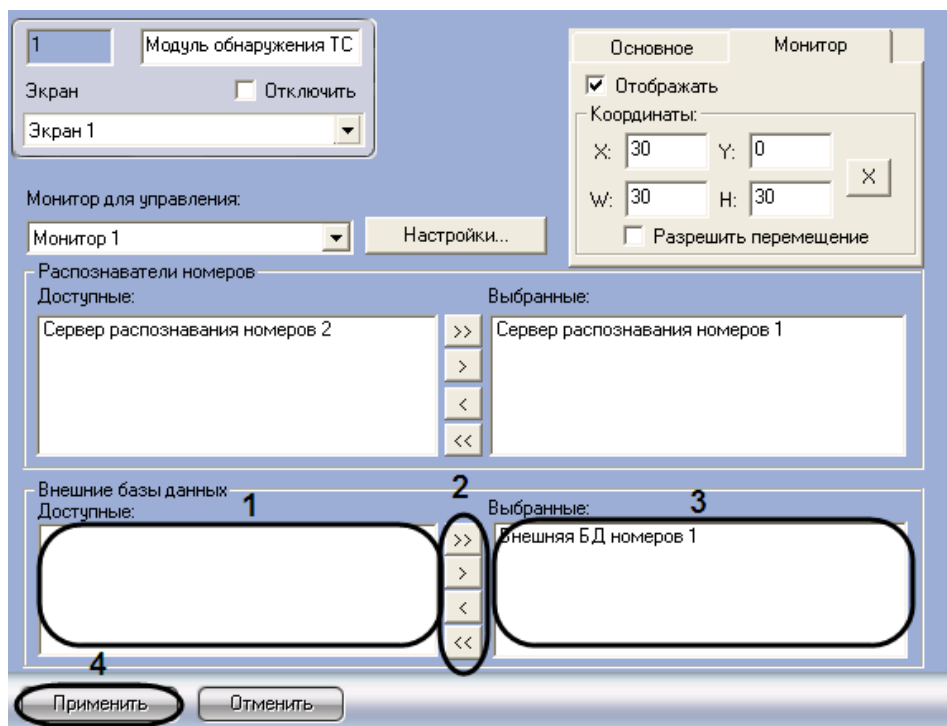

Рис. 7.8—6. Выбор внешних баз данных номеров
1. Перейти на панель настройки объекта «Модуль обнаружения ТС» (Рис. 7.8—6).
2. Выбрать требуемые внешние базы данных номеров из списка «Доступные» группы «Внешние базы данных» (см. Рис. 7.8—6, 1).
3. Переместить выбранные внешние базы данных номеров в список «Выбранные» группы «Внешние базы данных», нажав кнопку «>» (или кнопку «>>» для перемещения всех внешних баз данных номеров из списка) (см. Рис. 7.8—6, 2-3).